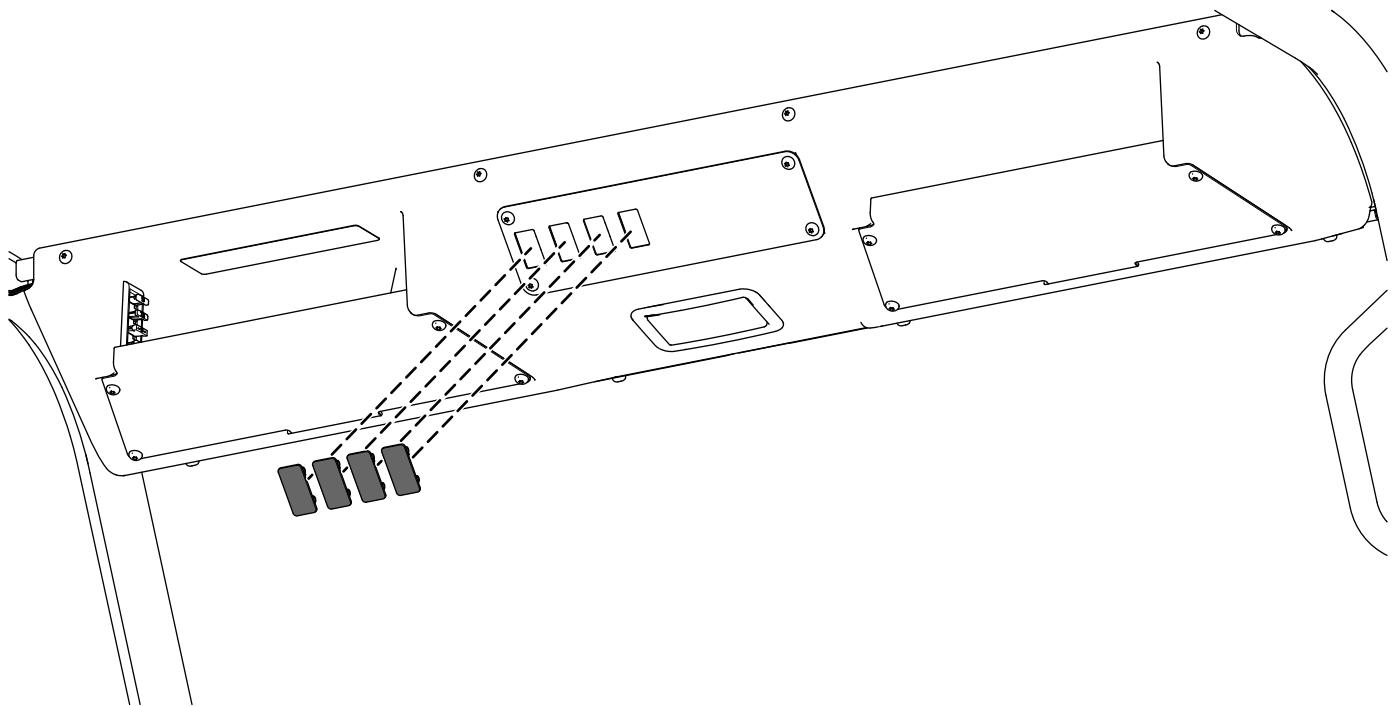

Figura 10
8. Instale os quatro tampões no suporte do interruptor da consola (Figura 10).